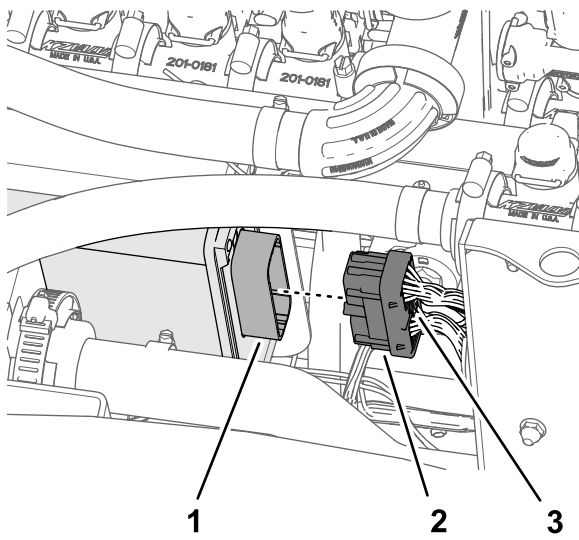

Figure 133
2. Branchez le connecteur à 40 douilles de la branche de 102 cm du faisceau du kit au connecteur à 40 broches si le contrôleur ASC 10 est monté (Figure 133).
3. Vissez à la main la vis à oreilles du connecteur à 40 douilles dans le connecteur de l'ASC 10 (Figure 133).